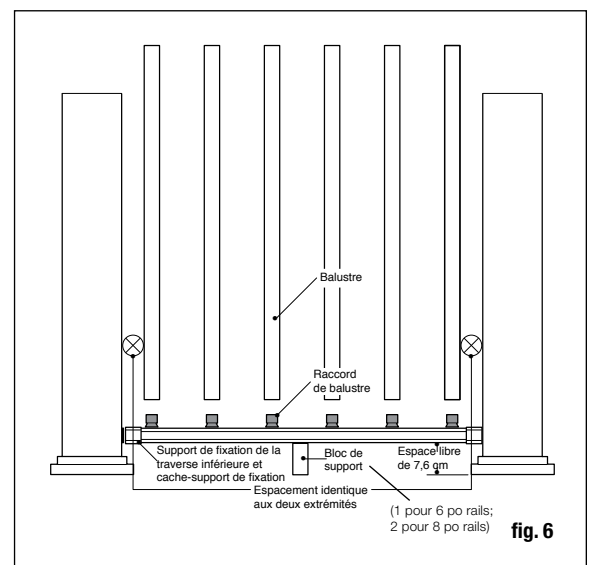

fig. 6
Étape 6 : Mesurez la distance entre les manchons de poteaux installés pour déterminer la longueur des traverses du haut et du bas. Placez la traverse inférieure en position près des poteaux et ajustez afin que la distance entre le premier trou de balustre et le poteau devrait être de moins de 2 po et égale des deux côtés (figure 6). Marquez la traverse. Coupez la traverse inférieure. Coupez la traverse du haut à la même espacement et longueur.
Étape 8 : Trouvez le centre de la base de la traverse du bas et fixez le raccord de balustre inclus avec le bloc de support, en utilisant les vis fournies. Vérifiez les exigences du code de la construction quant à l'espacement maximum entre la surface de la terrasse et le bas de la traverse (espace de balayage). Nous recommandons 7,6 cm (3 po), mais peut être moindre si désiré. Si nécessaire, coupez le bloc de support à la hauteur désirée (fig. 6). Un pied de support est requis pour un rail-guide de 6 pi tandis que deux pieds de support sont requis pour une traverse horizontale de 8 pi ou le garde-corps d'escalier ne sera pas installé correctement.
Étape 9 : Placez les couvre-supports et supports de traverse horizontale aux extrémités de la traverse inférieure. Installez le bloc de support et appuyez la traverse du bas entre les poteaux en utilisant des blocs coupés à la bonne taille. Vérifiez que la traverse est à niveau. En utilisant le support horizontal comme guide, marquez la position des vis sur le manchon de poteau et sur les deux extrémités de la traverse. Percez des avant-trous de 1/8 po dans le manchon de poteau et la traverse. Fixez le support horizontal au manchon de poteau grâce à des vis à tête carrées n° 8-15 x 2" - n° 2, puis fixez le support à la traverse en utilisant des vis à têtes carrées autotaraudeuses n° 10-16 x 3/4" - n° 2 (fig. 6).